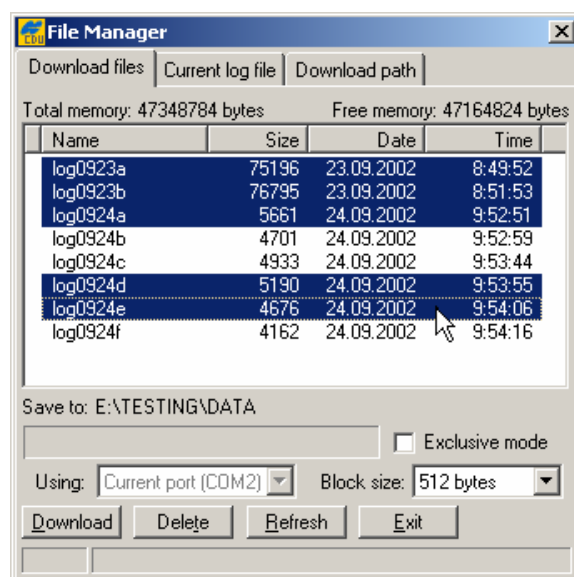

Рисунок 4-4. Файлы, подлежащие загрузке
- Выберите вкладку *Download files* (Файлы, подлежащие загрузке) и выберите файл(ы) для загрузки, см. рис. 4-4 на стр. 4-12.